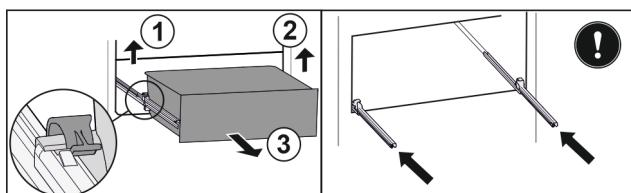

Fig. 161
- ▶ Повдигнете лявата скоба и едновременно с това изтеглете напред чекмеджето отляво. Fig. 161 (1)
- ▶ Повдигнете дясната скоба и едновременно с това изтеглете напред чекмеджето отдясно. Fig. 161 (2)
- ▶ Извадете чекмеджето напред. Fig. 161 (3)